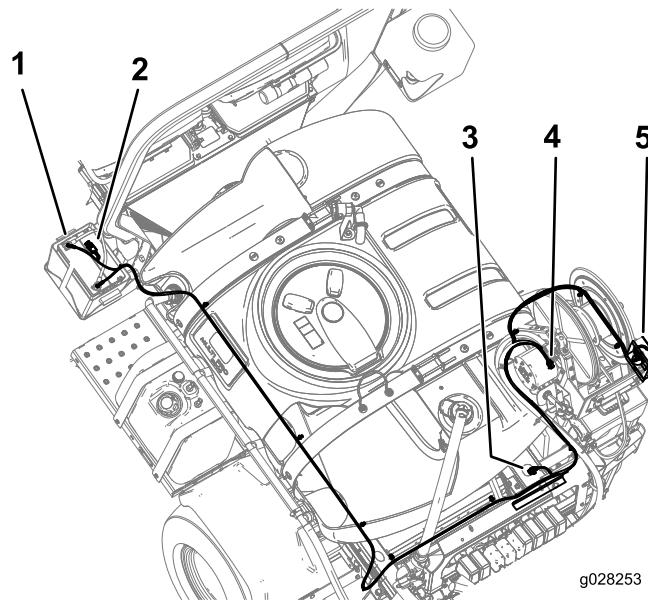

Figura 3
8. Enrute el arnés de cables según se muestra en Figura 3.